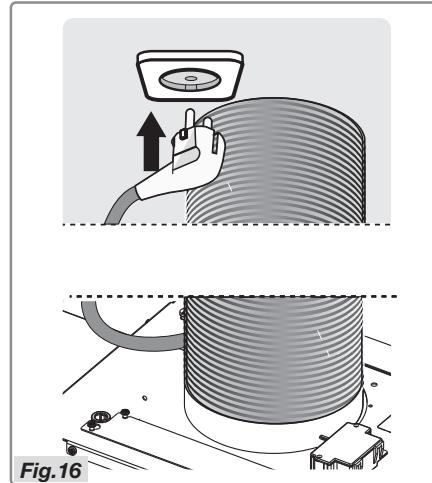

Fig.16
- Branchez la fiche dans la prise dont vous aurez au préalable coupé le courant (Fig.16).